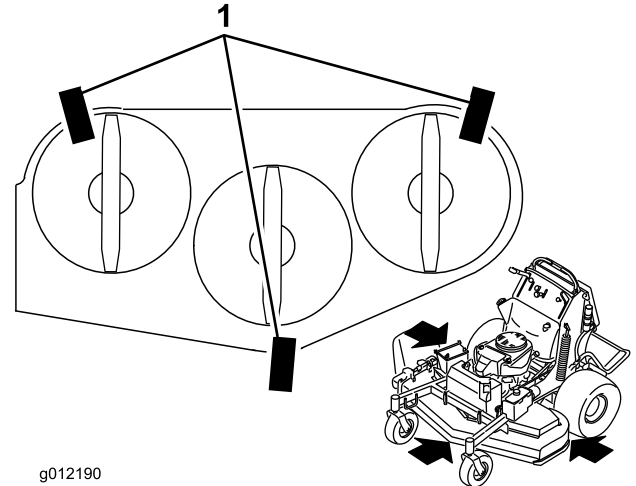

Figura 86
1. Collocate 3 pezzi di legno da 5x10 cm sotto il piatto di taglio come mostrato nella Figura 86. Appoggiate i 5x10 cm sulla parte da 10 cm.